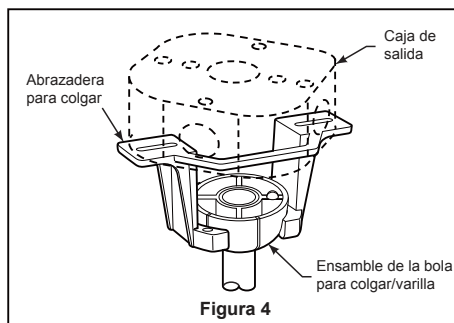

Figura 4
- ☐ 4. Coloque el soporte de la varilla y alinee los orificios de la clavija de horquilla en ambas piezas. Instale la clavija de horquilla y asegúrela con la pinza de horquilla. Fije los dos tornillos de presión y las tuercas de seguridad en el soporte de la varilla interior. (Figura 4)